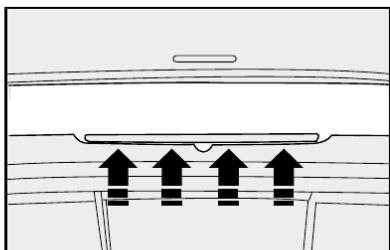

fig. 38
- 1) agindo pelo compartimento de carga, retirar os parafusos que fixam o conjunto **fig. 38**, conforme indicado;